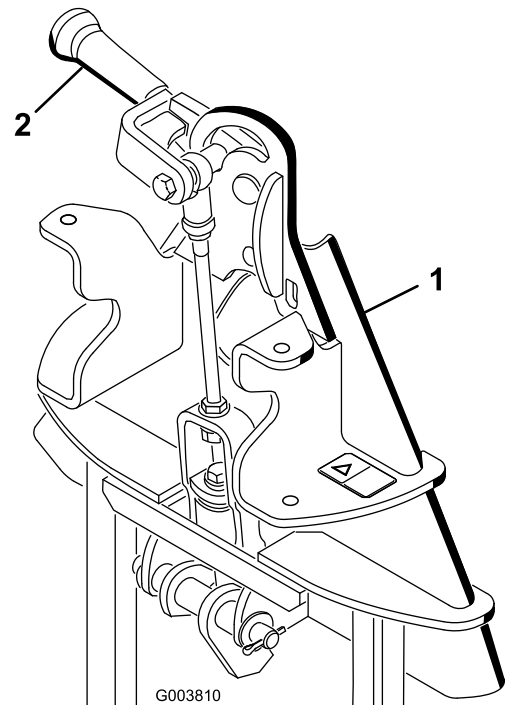

Figura 3
**Nota:** Verifique se a alavanca de bloqueio (Figura 3) está para a esquerda (posição de desbloqueio) vista da parte de trás da máquina.